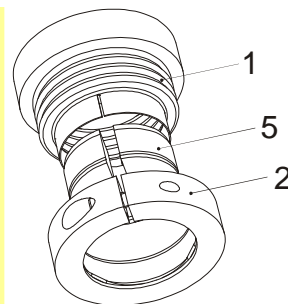

Bild 5
- ❑ Beschädigung des Metallbalgs (1) vor und bei der Montage unbedingt vermeiden.
- ❑ Klemmring (2) mit Haltefeder (3) muss in Reduzierbuchse (5) beziehungsweise Reduzierbuchse mit kegelförmiger Bohrung (6) eingerastet sein.
- ❑ Damit die in Tabelle 2 auf Seite 2 angegebenen Drehmomente sicher übertragen werden, müssen die Schlitze von Metallbalg (1), Klemmring (2) und Reduzierbuchse (5) aufeinander ausgerichtet werden (siehe Bild 5).
Montage der Kupplung Type 932.333 und 932.433 (Bild 5)
2. Schieben Sie die komplette Kupplung über die gesamte Länge der Reduzierbuchse (5) auf eine Welle.
3. Achten Sie darauf, dass der Metallbalg (1) bis auf Anschlag zwischen Klemmring (2) und Reduzierbuchse (5) eingeschoben ist und die Schlitze von Metallbalg (1), Klemmring (2) und Reduzierbuchse (5) aufeinander ausgerichtet sind (siehe Bild 5).
4. Ziehen Sie die Zylinderschraube (4) an. Das Schraubenanzugsmoment (siehe Tabelle 1) muss unbedingt eingehalten werden.
5. Schieben Sie die zweite Welle über die gesamte Länge der Reduzierbuchse (5) in die Kupplung.
6. Kontrollieren Sie, ob der Metallbalg (1) bis auf Anschlag zwischen Klemmring (2) und Reduzierbuchse (5) eingeschoben ist und die Schlitze von Metallbalg (1), Klemmring (2) und Reduzierbuchse (5) aufeinander ausgerichtet sind (siehe Bild 5).
7. Ziehen Sie die Zylinderschraube (4) an. Das Schraubenanzugsmoment (siehe Tabelle 1) muss unbedingt eingehalten werden.
1. Ziehen Sie den Klemmring (2) mit der vorstehenden Reduzierbuchse mit kegelförmiger Bohrung (6) von der Kupplung ab.
3. Schieben Sie die Reduzierbuchse mit kegelförmiger Bohrung (6) auf die konische Welle.
5. Schieben Sie den Rest der Kupplung mit der offenen Metallbalgseite bis auf Anschlag zwischen den Klemmring (2) und die Reduzierbuchse mit kegelförmiger Bohrung (6).
6. Ziehen Sie die Zylinderschraube (4) an. Das Schraubenanzugsmoment (siehe Tabelle 1) muss unbedingt eingehalten werden.
7. Schieben Sie die zweite Welle über die gesamte Länge der Reduzierbuchse (5) in die Kupplung.
8. Kontrollieren Sie, ob der Metallbalg (1) bis auf Anschlag zwischen Klemmring (2) und Reduzierbuchse (5) eingeschoben ist und die Schlitze von Metallbalg (1), Klemmring (2) und Reduzierbuchse (5) aufeinander ausgerichtet sind (siehe Bild 5).
9. Ziehen Sie die Zylinderschraube (4) an. Das Schraubenanzugsmoment (siehe Tabelle 1) muss unbedingt eingehalten werden.